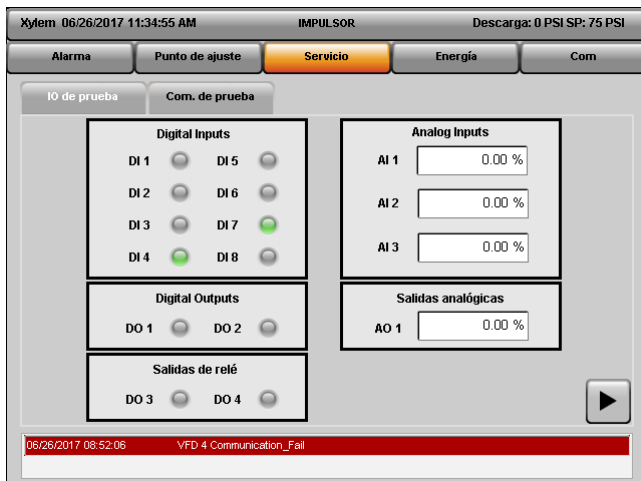

Figura 5.5.35: IO de prueba
- **Entrada analógica:** El valor de la entrada analógica se puede controlar en la pantalla numérica, tal como se muestra en la Figura 5.5.35. Las entradas analógicas solo pueden leerse.